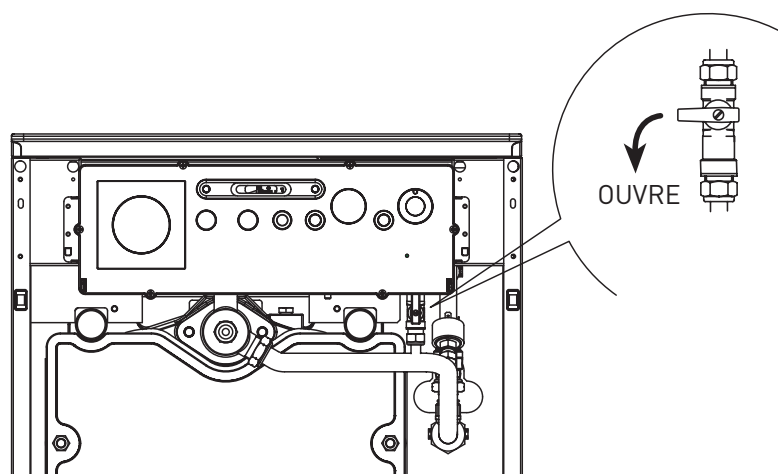

Fig. 4
2.2.1 Remplissage de l'installation (fig. 4)
Lorsque l'opération est achevée, contrôler que le robinet est parfaitement fermé (fig. 4).